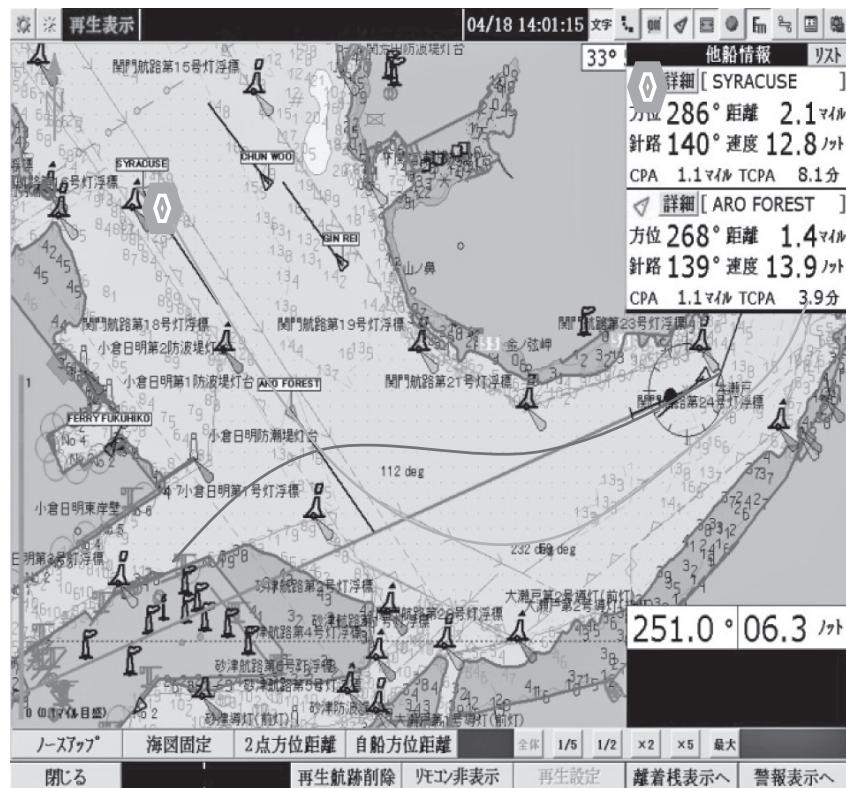

図2 他船情報①
- ・本船が山底ノ鼻にさしかかる頃、相手船は16号ブイ付近を航行、島影になっているので視認はできないが、AIS情報により16号ブイ付近、速力12.8ノット、最接近時間8.1分、距離2.1マイルを知ることができる。（図2参照）